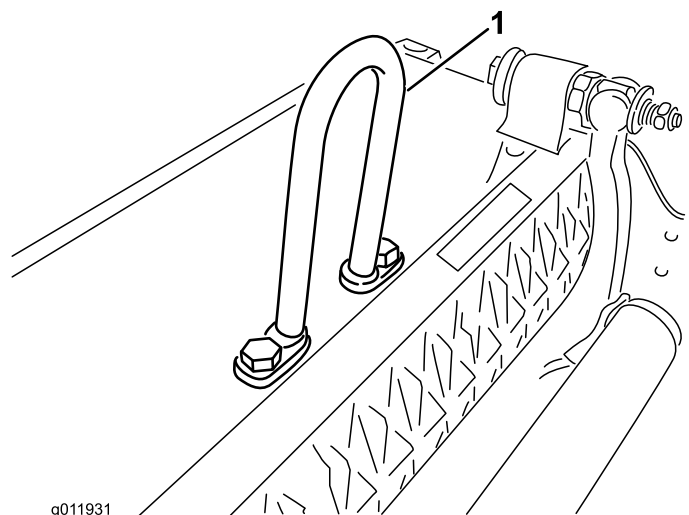

Figura 5
- Se requiere una **brida en U** (pieza n.º 105-5740), tal y como se muestra en la Figura 5, para las unidades de tracción Greensmaster 3000, 3000-D, 3050, 3100, 3150 y 3150-Q (se suministra con las unidades de tracción Greensmaster citadas).